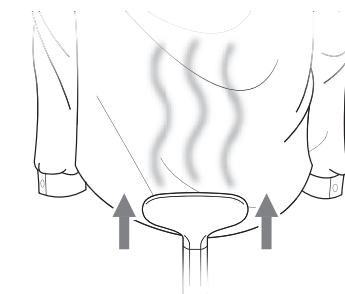

FIGURE 9
3. Pointez la buse à vapeur vers le bas du vêtement. La vapeur remontera à l'intérieur et à l'extérieur du vêtement et enlèvera les faux plis. Faites glisser lentement la buse à vapeur verticalement, du bas vers le haut du vêtement (FIGURE 9).